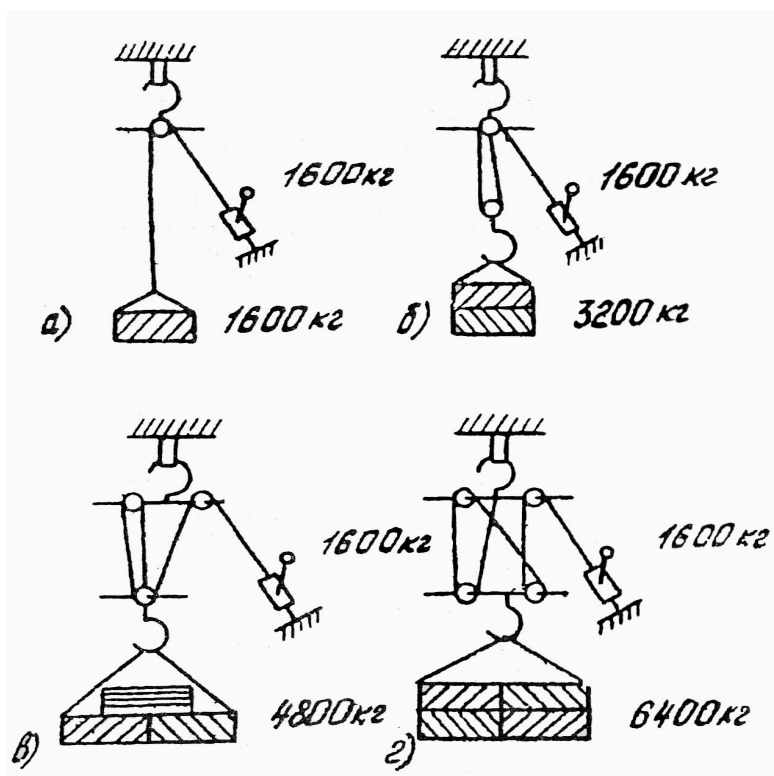

Рис.3 Примеры подъема грузов механизмом при помощи полиспастов:
6. Механизм может быть использован для работы с системой полиспастов (Рис.3). В этом случае можно поднимать грузы или оттягивать их с усилием, превышающим тяговое усилие механизма, но скорость поднимания или подтягивания груза уменьшается пропорционально кратности полиспаста. При использовании полиспаста необходимо следить, чтобы тяговое усилие, возникающее в канате (с учетом массы каната, грузозахватных приспособлений, динамики, КПД блоков и т.д.) не превышало макс. допустимого значения.